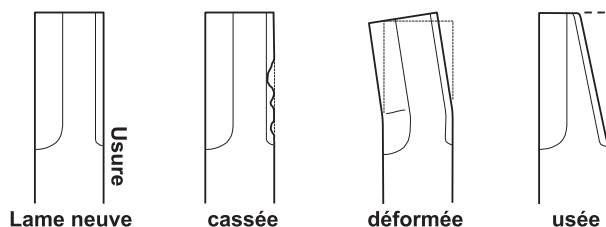
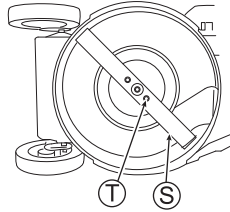

Fig. 39
Fig. 40
1. Vérifiez qu'il n'y a pas de problème de cassures, de pliures ou d'usure sur la lame (S). (Voir Fig. 39)
2. Si la lame (S) ou ses boulons de montage de la lame (T) sont "usés", "cassés" ou "déformés", remplacez-les par des pièces neuves correspondant à nos spécifications.
3. Vérifiez que les boulons de montage de la lame (T) sont bien serrés au couple de serrage spécifié. (Voir Fig. 40)
2. Serrez complètement les boulons de montage de la lame (T) à la main.
4. Vérifiez que les boulons de montage de la lame (T) sont bien serrés au couple de serrage spécifié. (Voir Fig. 40)